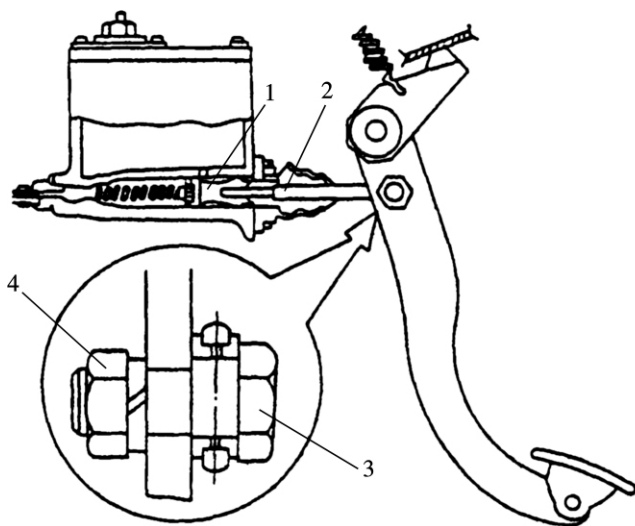

图 2-4 液压操纵式离合器踏板自由行程的调整(二)
(2)用扳手松开离合器踏板臂上连接离合器主缸推杆的偏心螺栓的锁紧螺母,转动偏心螺栓,使偏心螺栓转至左方,则离合器踏板自由行程减小;反之,离合器踏板自由行程增大,调整好后拧紧偏心螺栓的锁紧螺母(图 2-4)。